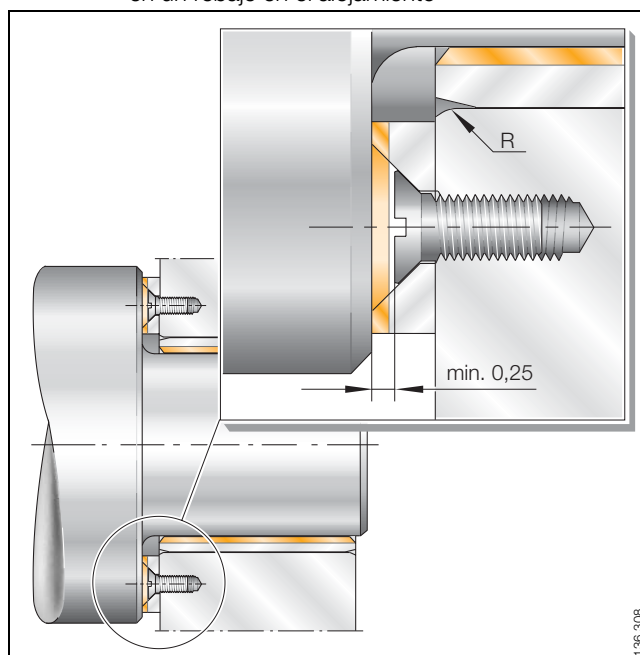

Figura 12 · Fijación de un disco de fricción PAW sin rebaje en el alojamiento
- prever varias clavijas o tornillos (figura 12)